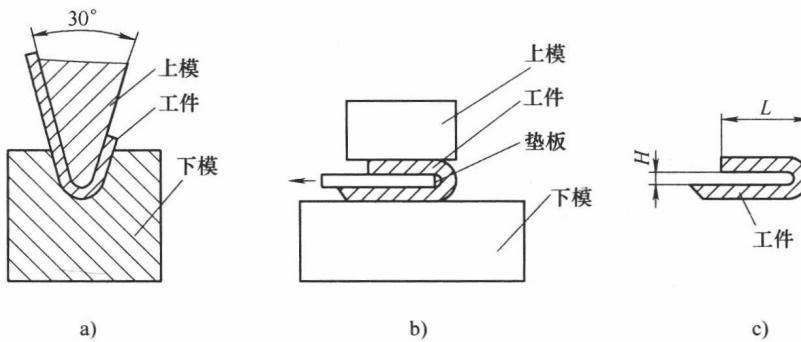

图 1-10  $180^\circ$  折弯的方法
(2)  $180^\circ$  折弯  $180^\circ$  折弯如图 1-10 所示，先用  $30^\circ$  折弯刀将板材折成  $30^\circ$ ，再将折弯边压平，压平后抽出垫板。